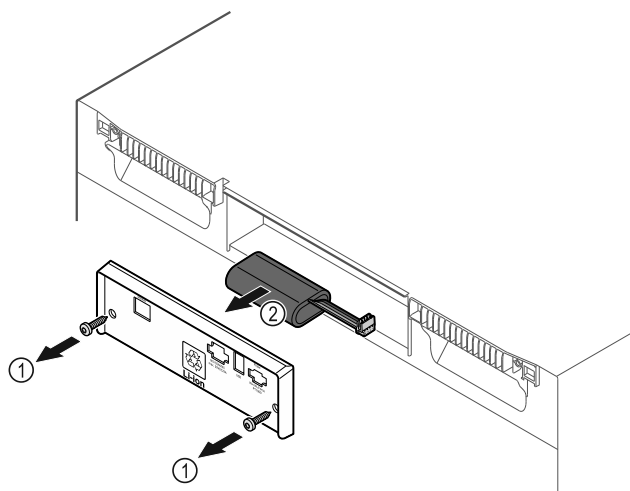

Fig. 228
- ▶ Desenroscar los tornillos y retirar la cubierta de la parte trasera del electrodoméstico Fig. 228 (1).
- ▶ Desconectar la batería y extraerla Fig. 228 (2).